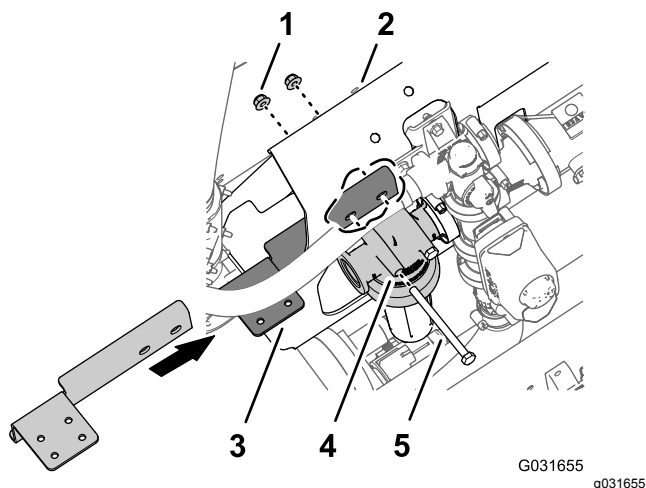

Figura 222
4. Retire las 2 contratuercas con arandela prensada (5/16") que sujetan el cabezal del filtro al bastidor del distribuidor (Figura 222).
5. Alinee los orificios en la brida larga del bastidor de la válvula de cierre (Pieza Toro N° 131-3725-03) con los 2 pernos (5/16" x 4") en la parte delantera del bastidor del distribuidor (Figura 222).
- Monte el bastidor de la válvula de cierre al bastidor de distribuidor y a los pernos con las 2 contratuercas con arandela prensada que retiró en el paso 4 (Figura 222).